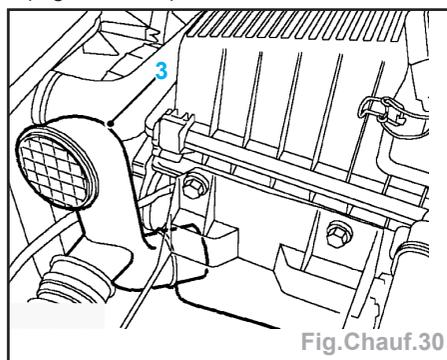

Fig. Chauf.30
- Débrancher le coude (3) d'entrée d'air du filtre à air et le tuyau du résonateur (Fig. Chauf.30).